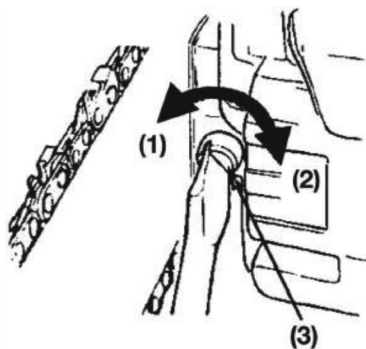

Рис. 5
7. Затяните винт механизма натяжения (рис. 5).